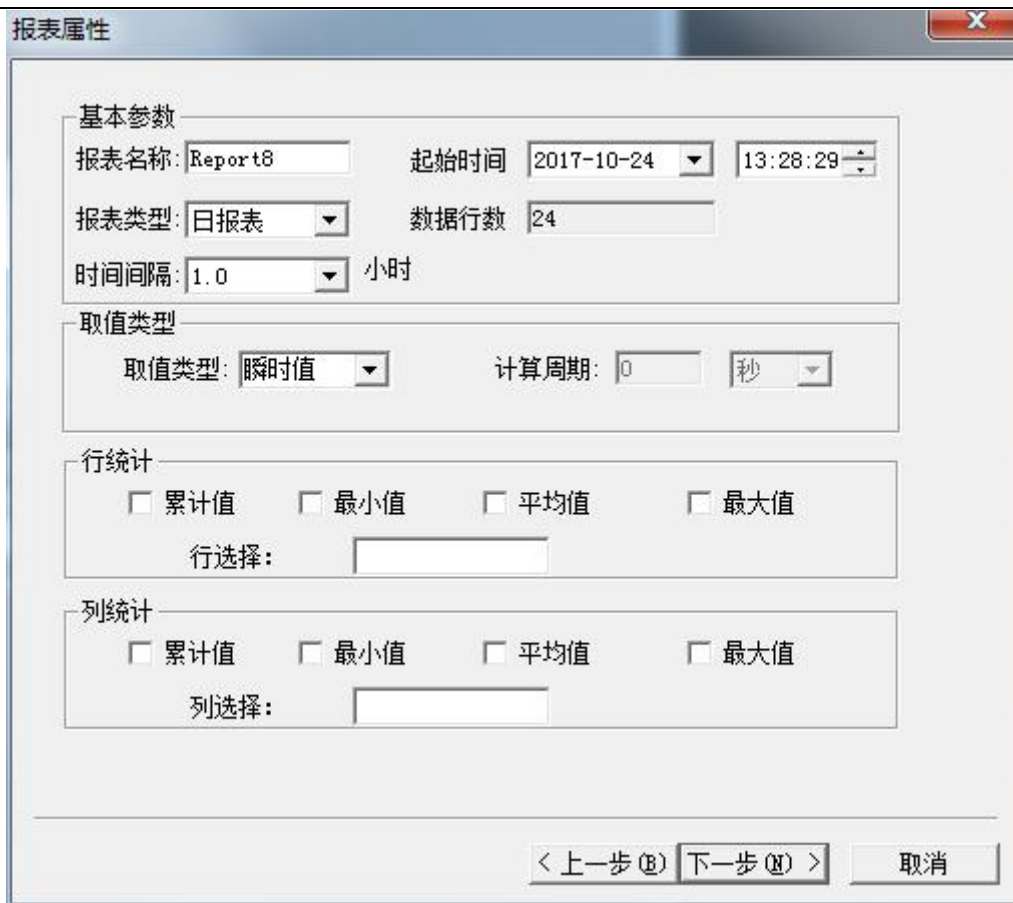

图 8-34
7、选择的变量在图 8-33 中显示的顺序与报表中的显示顺序是一致的，如果想调整某个变量顺序，可单击选中该变量，通过“变量上移”“变量下移”按钮调整变量在窗口中的显示顺序。之后，点击“下一步”，显示如图 8-34。
8、“报表名称”默认为所编辑报表的名称，不必设置，根据我们制作日报表的要求，设置的参数在图 8-34 已经都设置完成了，在此需要说明的是“行统计”这个参数中“行选择”是需要统计的报表的行设置，此处设置 1-24，也就是将填充数据行的第 1 行一直到第 24 行都要进行统计，这个地方是不需要考虑表头的。“列选择”同理。点击“下一步”，弹出图 8-35 所示的对话框。